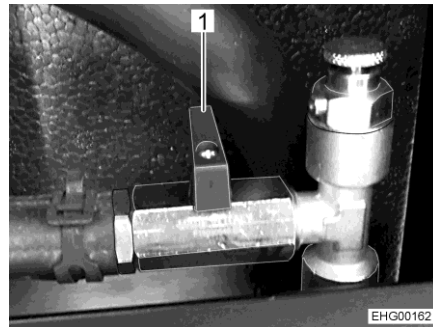

Bild 181 Kugelhahn (geschlossen)
- Den Hebel (Bild 181,1) quer zur Rohrleitung stellen.